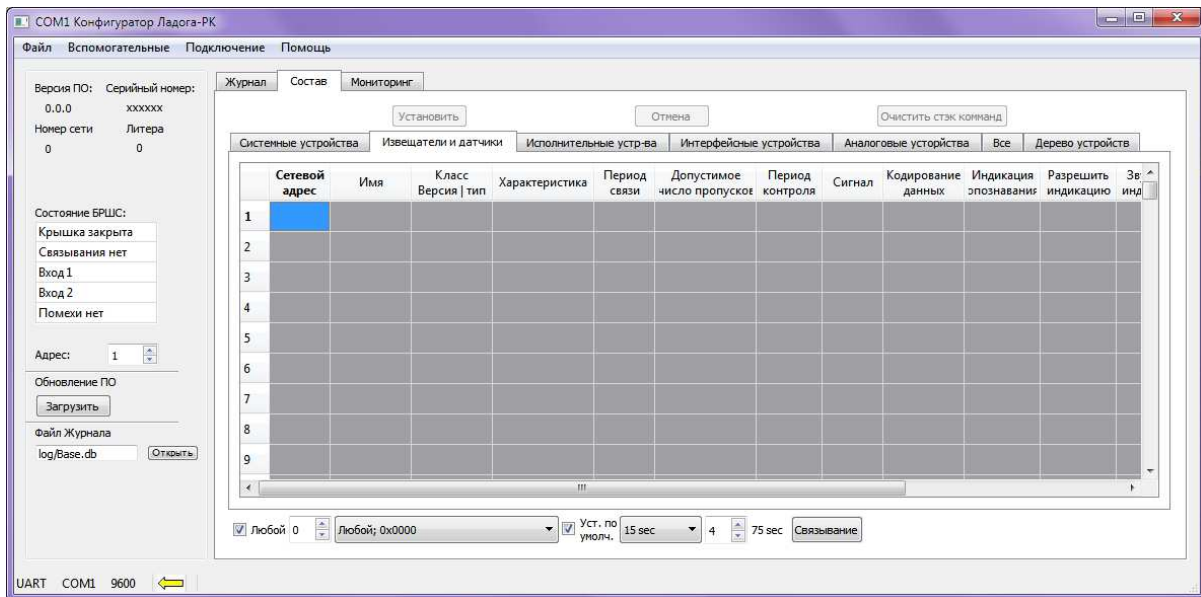

Рисунок 11
3.2.3 После нажатия «ОК» в окне «Выбор соединения», на экране ПЭВМ появится окно конфигуратора Ладога-РК (рисунок 11).